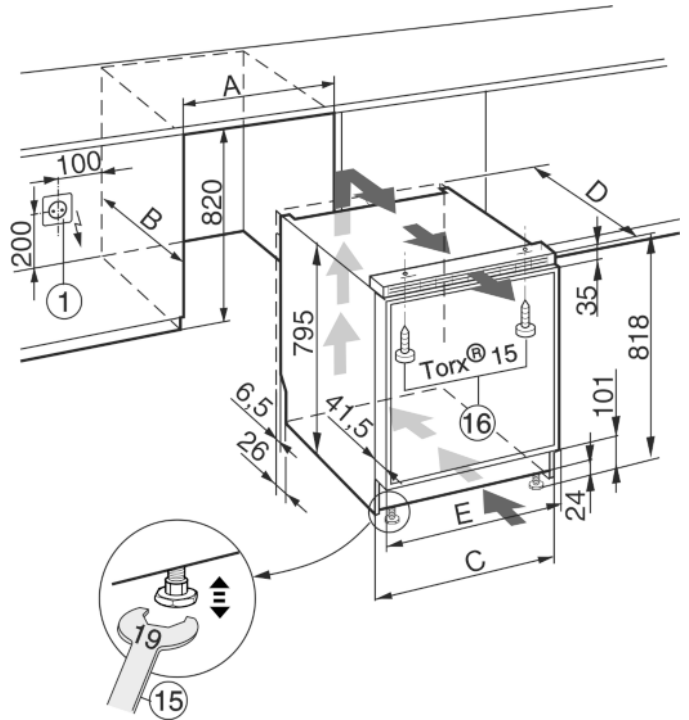

Fig. 12
- Die Steckdose Fig. 12 (1) muss neben dem Gerät liegen und leicht zugänglich sein.
- ▶ Gerät über die Stellfüße mit Hilfe des beiliegenden Gabelschlüssels Fig. 12 (15) ausrichten.
- ▶ Gerät mit beiliegenden Schrauben *Fig. 12 (16)* oben an der Arbeitsplatte bzw. am Küchenmöbel befestigen.